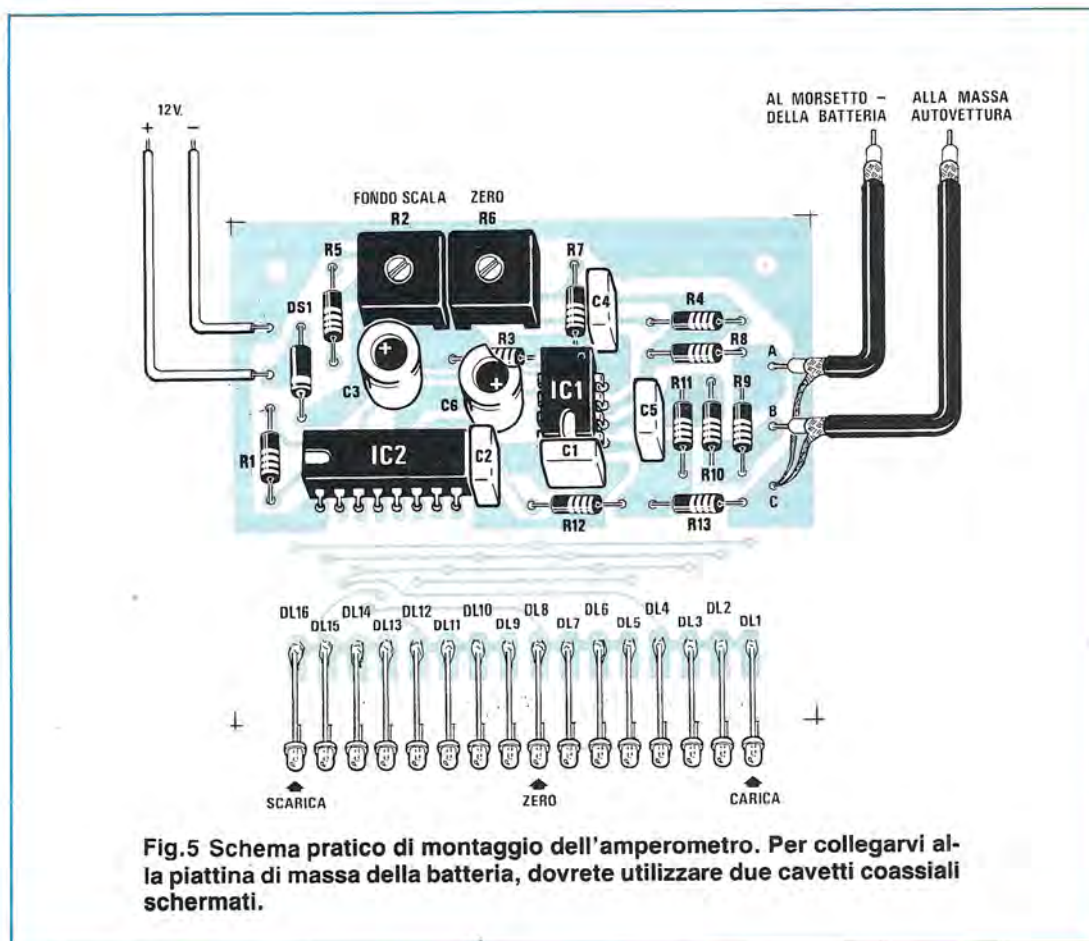

Fig.5 Schema pratico di montaggio dell'amperometro. Per collegarvi alla piattina di massa della batteria, dovreste utilizzare due cavetti coassiali schermati.
Per completare il montaggio dovreste inserire gli integrati nei due zoccoli, facendo bene attenzione a posizionare la tacca di riferimento, cioè quel piccolo incavo a U, come chiaramente visibile nello schema pratico di fig.5.
Tutto il materiale necessario alla realizzazione di questo progetto (vedi fig.5), cioè circuito stampato, integrati, diodi led, più 3 metri di cavo coassiale (escluso mobile) L.18.000
Fatto questo, collegherete alle due boccole di **A** e **K** del tracciacurve (vedi fig.5) il **diodo** di cui vorrete conoscere le caratteristiche e:
Fig.5 Come vedesi in questa figura, il Catodo (K) del diodo andrà collegato alla boccola di sinistra. Se il diodo venisse collegato in senso opposto si otterrebbe una curva rovesciata (vedi fig.8).